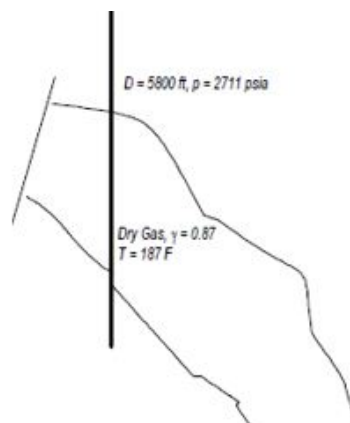

Figura 6.18: Reservatório de gás seco.
1. Um poço perfurado no topo de um reservatório potencial de hidrocarboneto encontra gás seco apenas a uma profundidade de 5.800 ft (veja figura 6.18). A espessura do reservatório nesta profundidade era de 50 ft, e a temperatura do reservatório, 187 °F. As medições da pressão da água foram feitas em um aquífero adjacente a 6.300 ft (pressão = 2.839,2 psia) e a 6.500 ft (pressão = 2.929,2 psia). Se o reservatório continha apenas gás seco, calcule a profundidade do contacto gás / água do reservatório.